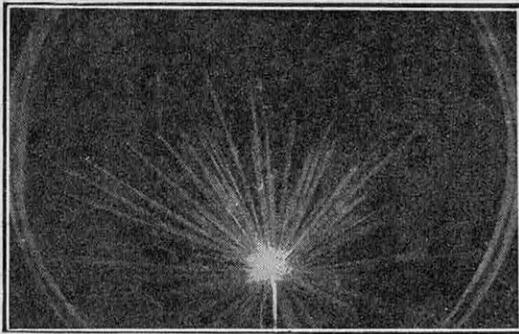

FIG. 6. — IONISATION PRODUITE PAR LES RAYONS « ALPHA »
œuvre des mêmes procédés ; cette chambre, tout en verre, a la forme d'un cylindre limité par deux plans parallèles *A* et *B*, distants d'un à deux centimètres ; le plan inférieur *B* fait partie d'un système flottant qu'on peut déplacer brusquement, comme tout à l'heure l'éprouvette, en aspirant l'air intérieur par un large tube *T*. A l'instant précis de la détente, une étincelle très lumineuse jaillit en *O*, et la lumière, concentrée par un système optique, éclaire latéralement l'intérieur de la chambre *AB*, en même temps qu'un appareil photographique, placé en *P*, recueille la lumière diffusée par les gouttelettes liquides. Opérant dans ces conditions, Wilson a obtenu, depuis 1911, des photographies dont les figures 6, 7, 8 et 9 nous montrent les principaux types ; elles nous en apprennent, sur la genèse des ions, plus que de longs mémoires.
La figure 6 montre l'ionisation produite par les rayons alpha : une trace de radium C, placé dans la chambre humide, projette autour d'elle, dans toutes les directions, les noyaux d'hélium dont les trajectoires forment ces rayons ; on voit que ces projectiles, violemment lancés en ligne droite, ont bousculé les atomes rencontrés, entraîné leur couronne superficielle d'électrons et engendré des ions en grand nombre (237.000 pour chaque corpuscule émané du radium C) ; ces ions, à leur tour, ont produit des gouttelettes liquides dont l'ensemble, très serré, dessine la trajectoire du corpuscule excitateur ; c'est en répétant cette expérience, dans les conditions les plus variées, que Blackett a observé les curieuses *fourches*, dont j'ai parlé dans un récent article (1) et qui nous renseignent sur les mécanismes des collisions atomiques et des désintégrations artificielles.